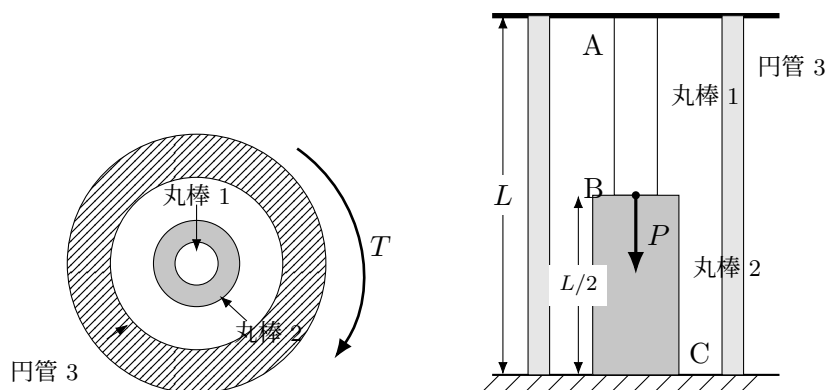

図 3
図 3 に示すように、丸棒 1（直径 d 、縦弾性係数 E ）、丸棒 2（直径 $2d$ 、縦弾性係数 $3E$ ）および円管 3（内径 $4d$ 、外径 $6d$ 、縦弾性係数 $2E$ ）からなる組合せ棒に関する次の問い (1)～(4) に答えよ。組合せ棒の下面は固定されており、上面は剛体円板で固定され、2 本の丸棒の接合点 B に外力 P が作用している。剛体板は平行を保つものとする。